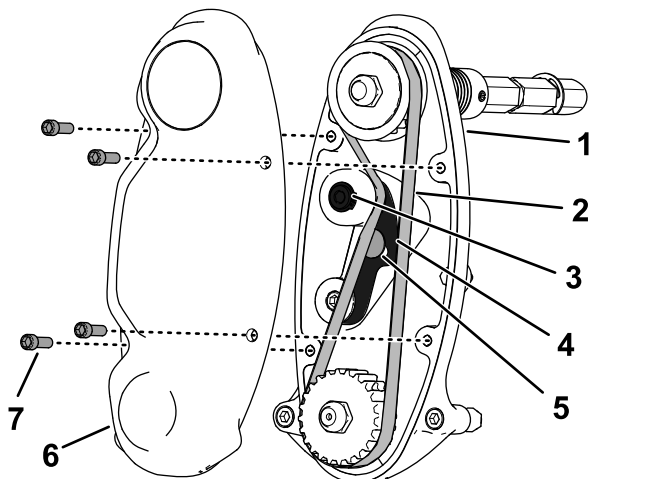

Bild 15
3. Verwenden Sie einen Drehmomentschlüssel, um eine Kraft von 6 bis 7 N·m auf die obere innere Schraube des Spannarms (**Bild 15**) aufzubringen.